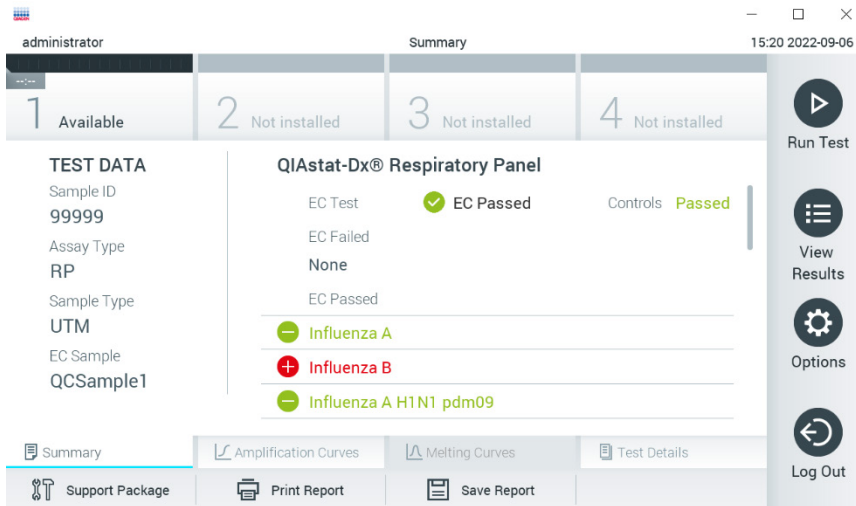

図 97.EC 結果サマリー画面。
12. QIAstat-Dx アッセイカートリッジがイジェクトされると、結果サマリー画面が表示されます（図 97）。詳細は、セクション8.3 を参照してください。